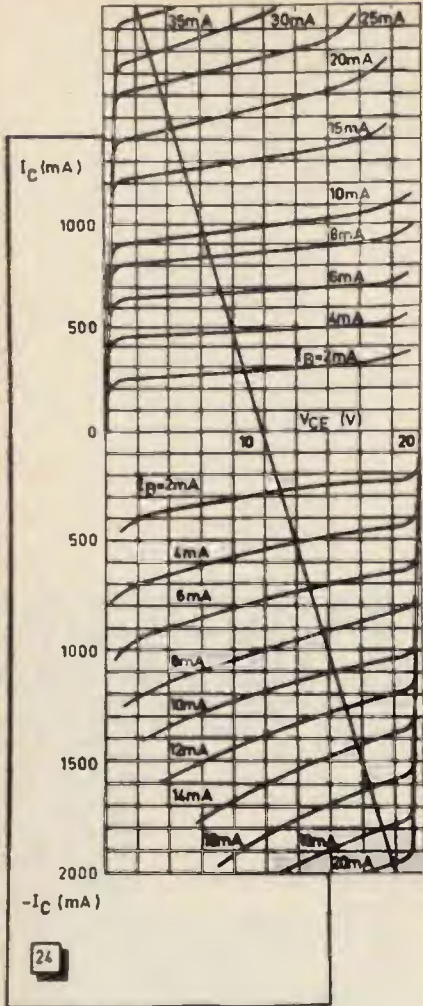
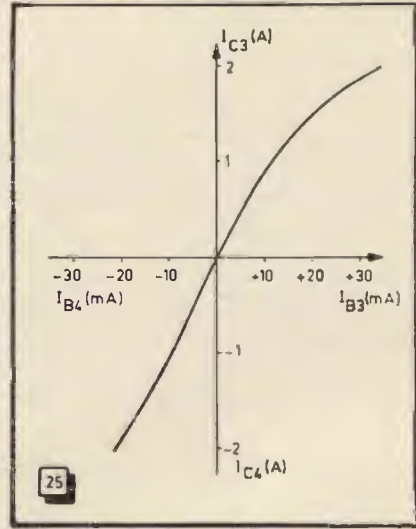
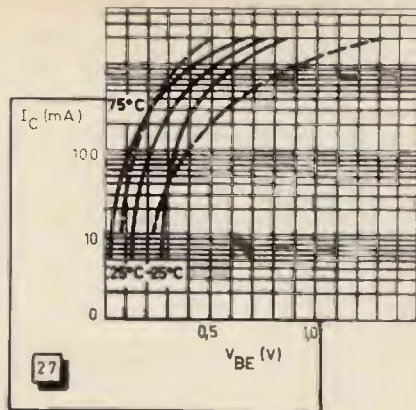

figura 24
figura 25
figura 27
La distorsione di un amplificatore senza trasformatori è dovuta, per la maggior parte, alla non linearità dello stadio d'uscita. Nonostante il collegamento diretto, la distorsione prodotta dagli altri stadi di amplificazione, non è trascurabile; vedremo poi che può aversi, in una certa misura, qualche caso in cui le diverse non linearità si compensano. Per prima cosa determineremo la caratteristica dinamica dello stadio d'uscita. Per far ciò porremo una sotto l'altra le curve caratteristiche dei transistor finali (figura 24). Le curve relative al transistor pnp (AD162) sono in basso nella figura, perché le tensioni e le correnti che lo riguardano sono negative. La retta di carico comune alle due reti di caratteristiche, passerà per il punto $V_{CE}/2 = 10\text{ V}$, e la sua inclinazione ($\Delta I_C = 2\text{ A}$ per $\Delta V_{CE} = 8\text{ V}$) corrisponde a $R_L = 4\ \Omega$.
Caratteristica dinamica rilevata con l'aiuto delle reti di curve di figura 24.
La caratteristica dinamica corrispondente (figura 25) è stata tracciata determinando i valori di I_{C3} e I_{C4} corrispondenti a tutte le intersezioni tra la retta di carico e le curve I_B delle due reti. La figura 25 mostra una non linearità molto netta, essenzialmente dovuta al fatto che il guadagno in corrente del transistor npn è, specie per forti variazioni di I_C , inferiore a quello del pnp. Si potrebbero, naturalmente, accoppiare meglio i due transistor con una scelta accurata, ma per fare una stima preliminare della distorsione ci si attiene evidentemente all'utilizzazione delle caratteristiche medie date dal costruttore. Eventualmente il metodo delle reti di caratteristiche poste a confronto col sistema ora visto (figura 24) consentirà di vedere entro quali limiti si possano utilizzare transistor di origine diversa, perfino per l'uso di un pnp al germanio con un npn al silicio.
Per determinare la tensione di base di Q_3 , non bisogna tener conto del valore assoluto di V_{BE} , perché, nello schema completo (figura 17) la tensione di riposo è compensata tramite D e R_7 . Va dunque presa in considerazione solo la variazione che V_{BE} subisce quando la corrente di collettore passa dal suo valore di riposo al valore considerato di 1 A. Se si ammette una corrente di riposo pari a 20 mA, la curva media (25°C) della figura 27 mostra che la tensione base-emittore corrispondente è di 150 mV. Poiché, per $I_C = 1$ A, questa curva dà $V_{BE} = 0,5$, si ha che $V_{BE} = 0,35$ V. Abbiamo ora a disposizione tutti gli elementi necessari per determinare la caduta di tensione su R_8 (24—14,85=9,15), e possiamo calcolare la corrente che la attraversa (114 mA). Dato che, dalla curva di figura 25, $I_C = 1$ A corrisponde a $I_B = 11$ mA, restano 114-11=103 mA per la corrente di collettore di Q_2 . Quanto al suo valore di riposo, $I_{C2\text{ri}}$ (uguale a 125 mA nel caso dell'esempio), questa corrente avrà dunque subito una variazione di 125—103=22 mA. Per il calcolo, si può ottenere il nuovo valore di questa corrente scrivendo:
Anche qui l'errore è trascurabile, per lo meno finché sia $R_8 \gg R_L$. Per tener conto dell'influenza delle condizioni di ingresso del segnale sui transistor d'uscita, è conveniente tracciare una nuova curva delle caratteristiche dinamiche (figura 30, curva I_{C2}), ottenuta partendo da quella di figura 25, e applicando l'espressione (20) a ciascun valore I_{R3} , oppure l'espressione (21) a ciascun valore di I_{R4} . Il confronto delle due curve mostra, per quella di figura 30, una linearità migliore al centro. Ciò è dovuto al fatto che non ci si trova più, come in figura 25, in condizione di avere una resistenza d'ingresso infinita (comando in corrente), ma si lavora con una resistenza d'ingresso che corrisponde pressapoco alla condizione di « adattamento alla minima distorsione ».